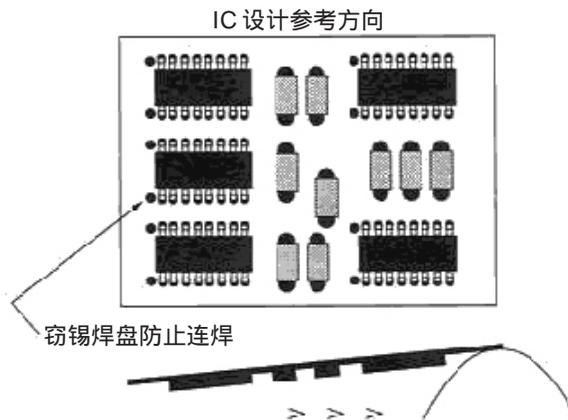

图1 波峰焊接工艺SMD元件推荐设计方向
要以相同的方向放置。在任何第二面要用波峰焊接的印制板装配上,在该面的元件首选的方向如图1所示。使用这个首选方向是要使装配在退出焊锡波峰时得到的焊点质量最佳。在排列元件方向时应尽量作到:
(1) 为了尽量去除“阴影效应”,SMD的焊端或引脚应正对着锡流的方向,以利于与锡流的接触,减少虚焊和漏焊。波峰焊时推荐采用的元件布置方向图如图1所示。
(2) 波峰焊接不适合于细间距QFP、PLCC、BGA和小间距SOP器件焊接,也就是说在要波峰焊接的这一面尽量不要布置这类元件。
(3) 较小的元件不应排在较大元件后,以免较大元件妨碍锡流与较小元件的焊盘接触,造成漏焊。
(4) 当采用波峰焊接SOIC等多脚元件时,应于锡流方向最后两个(每边各1)焊脚处设置窃锡焊盘,防止连焊。